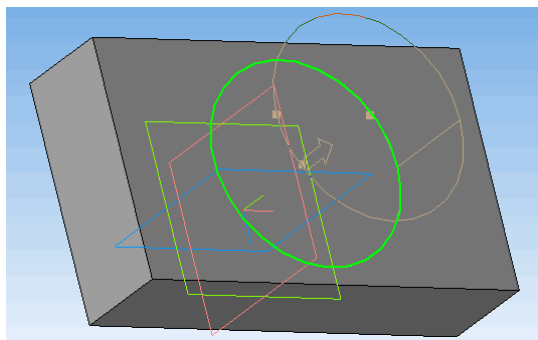

Рисунок 4.18 – Побудова циліндричної частини
19. Натискаємо кнопку  «Создать объект» (рис. 4.18).